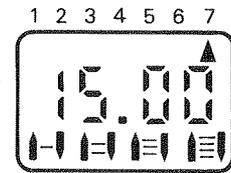

Abb. 59
3. Taste „WT“ drücken, und gleichzeitig Einstell-Drehknopf „-“/“+“ nach links oder rechts drehen bis „▲“ in der Anzeige auf „7“ (= Sonntag) zeigt (Abb. 59).